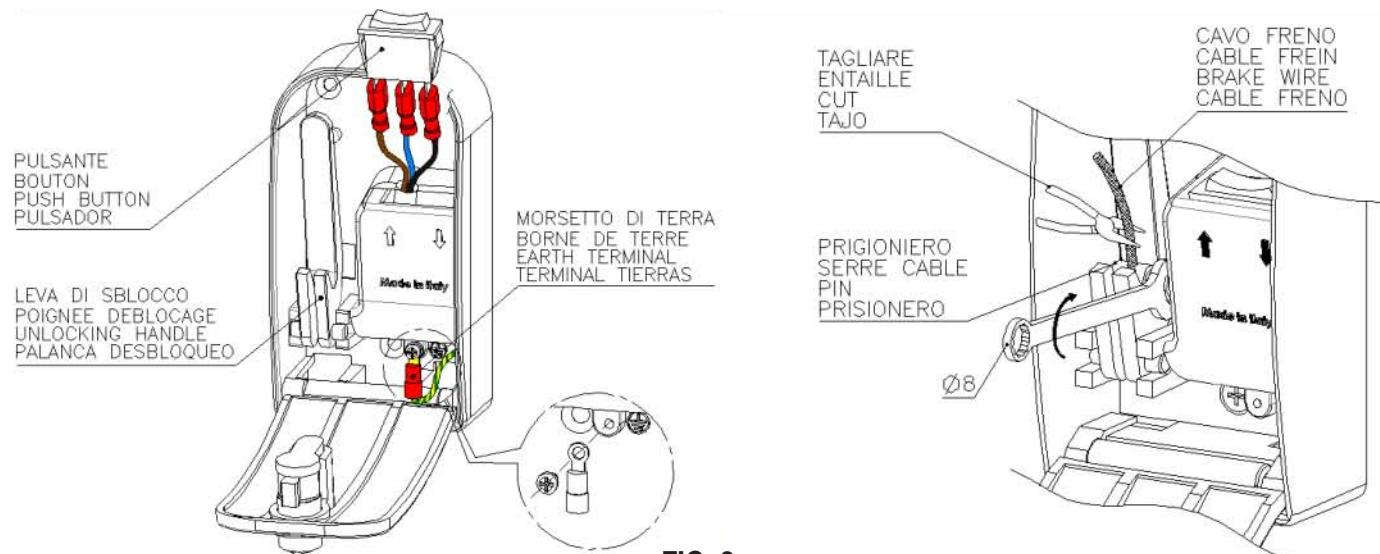
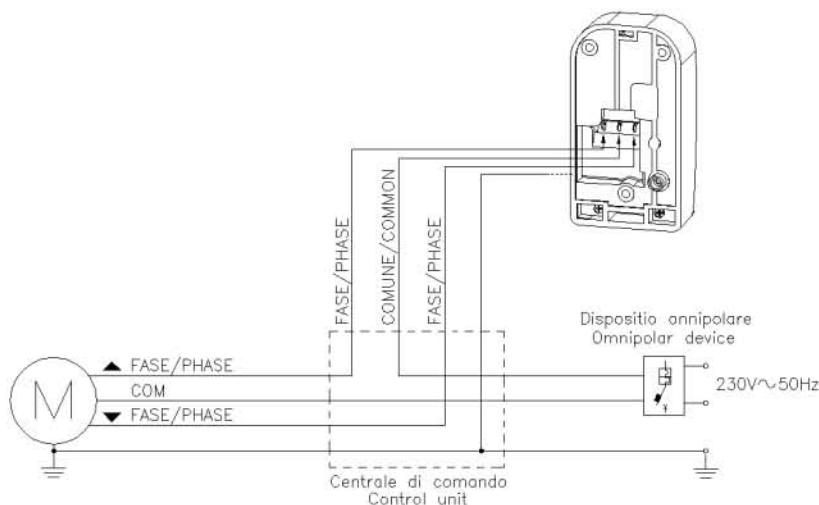

FIG. 2
FIG. 3
- Togliere dalla sede il pulsante (fig. 2). Eseguire i collegamenti elettrici come mostrato in fig. 3.
- Bloccare il terminale di terra nell'apposita sede (fig. 2).
- Aplicare sul cavo il prigioniero accostandolo alla leva e serrandolo con chiave da 8mm (fig. 2).
- Verificare il serraggio e tagliare il cavo in eccedenza (fig. 2).
- Remove the push button (fig. 2) and wire up the electrical connection as shown in fig. 3 and wire the ground terminal to its place (fig. 2).
- Tighten the set screw with a 8mm wrench (fig. 2).
- Make sure the cable has been tightened firmly and cut off any excess cable (fig.2).
- Retirer le bouton pousoir de son emplacement (fig. 2). Effectuer les raccordements électriques comme illustré dans la fig. 3.
- Bloquer la borne de terre dans son siège (fig. 2).
- Placer le prisonnier sur le câble en l'apprivoisant du levier et le serrer avec une clé de 8 mm (fig. 2).
- Vérifier le serrage et couper la partie excédentaire du câble (fig. 2).
- Sacar el pulsador de su alojamiento (fig. 2). Effectuer les raccordements électriques comme illustré dans la fig. 3 y bloque la borne de terre au pivot en aluminium (fig. 2).
- Aplicar en el cable el prisionero acercándolo a la palanca y apretarlo con una llave de 8 mm (fig. 2).
- Verificar el cierre y cortar el exceso de cable (fig. 2).